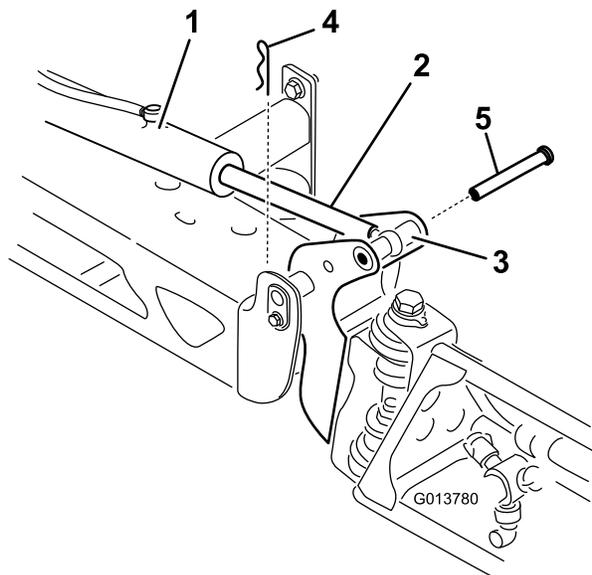

Figure 109
2. Retirez la goupille fendue de l'axe de pivotement (**Figure 109**).
3. Élevez la rampe et retirez l'axe (**Figure 109**), puis abaissez lentement la rampe au sol.
9. Tout en maintenant la rampe, insérez l'axe dans le pivot de rampe et la tige de vérin (**Figure 109**).